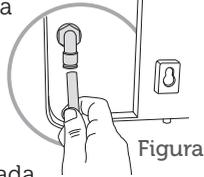

Figura 4
- 6- Encaixe a outra ponta da mangueira na entrada de água atrás do produto. Certifique-se de que a mangueira esteja completamente encaixada (Figura 4). Verifique a marcação indicativa na ponta da mangueira. Caso tenha sido cortada, certifique-se do encaixe até 16 mm.